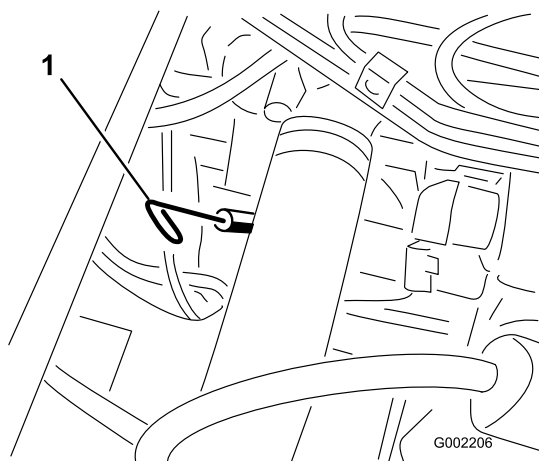

Figura 18
2. Retire la varilla, ubicada debajo del asiento del pasajero, y límpiela con un paño limpio (Figura 18). Introduzca la varilla en el tubo asegurándose de que entre a fondo. Retire la varilla y compruebe el nivel de aceite.